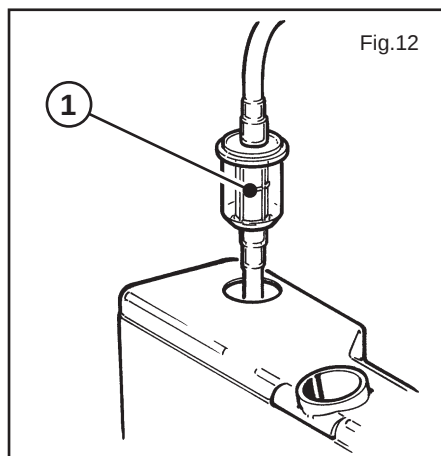

Fig.12
funcionamento do motor este pára. Aguardar 5-10 minutos antes de reacendê-lo. Se o problema persistir consultar o capítulo PROBLEMAS E SOLUÇÕES. Se, mesmo assim, não conseguir eliminar o problema, suspender o uso e dirigir-se a um Serviço de Assistência Autorizado. Em caso de reabastecimento de óleo da bomba, utilizar um óleo com graduação SAE 20W40 de base mineral. Quantidade contida: 110 g. Controlar periodicamente o filtro de óleo Diesel (fig. 12, pos. 1), se deteriorado ou muito sujo substituí-lo.